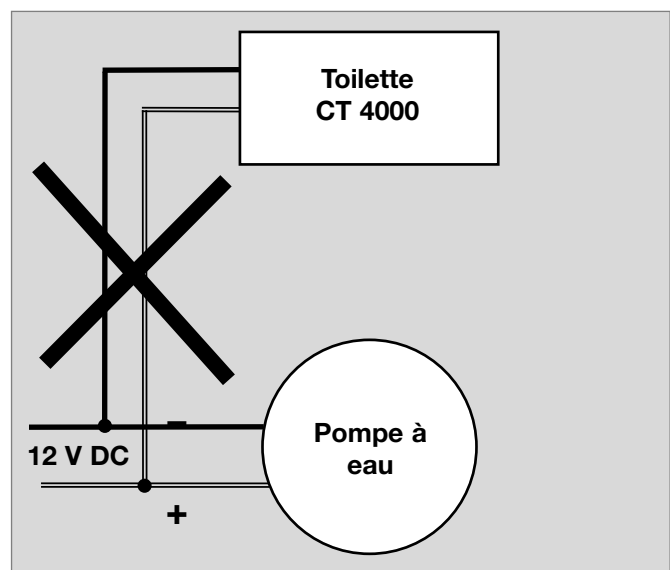

Fig. 31
- Les toilettes ne doivent pas être raccordées en parallèle avec d'autres consommateurs, au risque d'avoir des dysfonctionnements ou endommagements de la commande des toilettes (fig. 31).